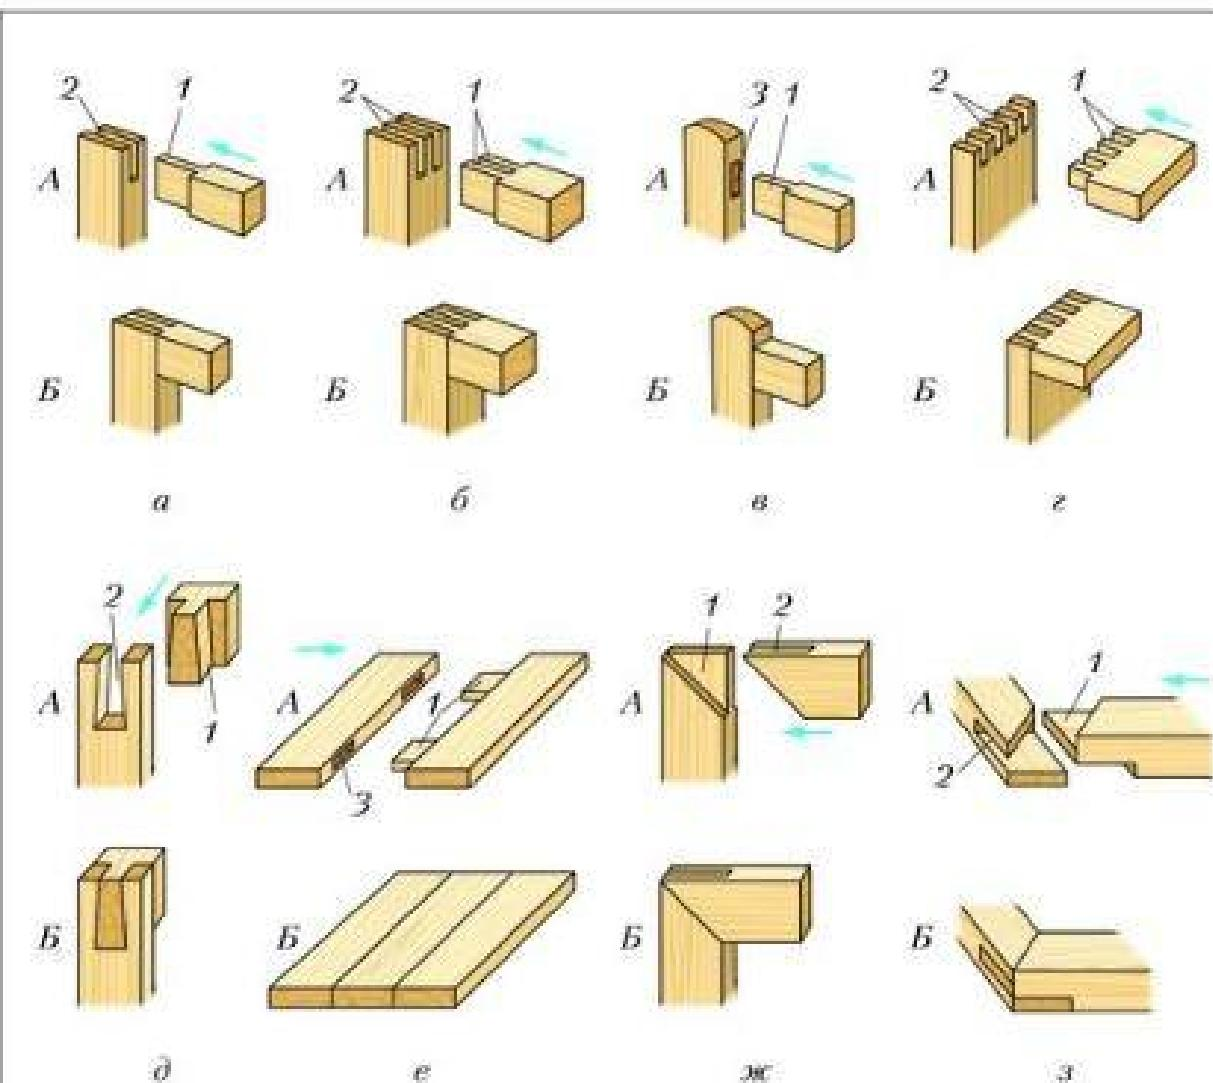
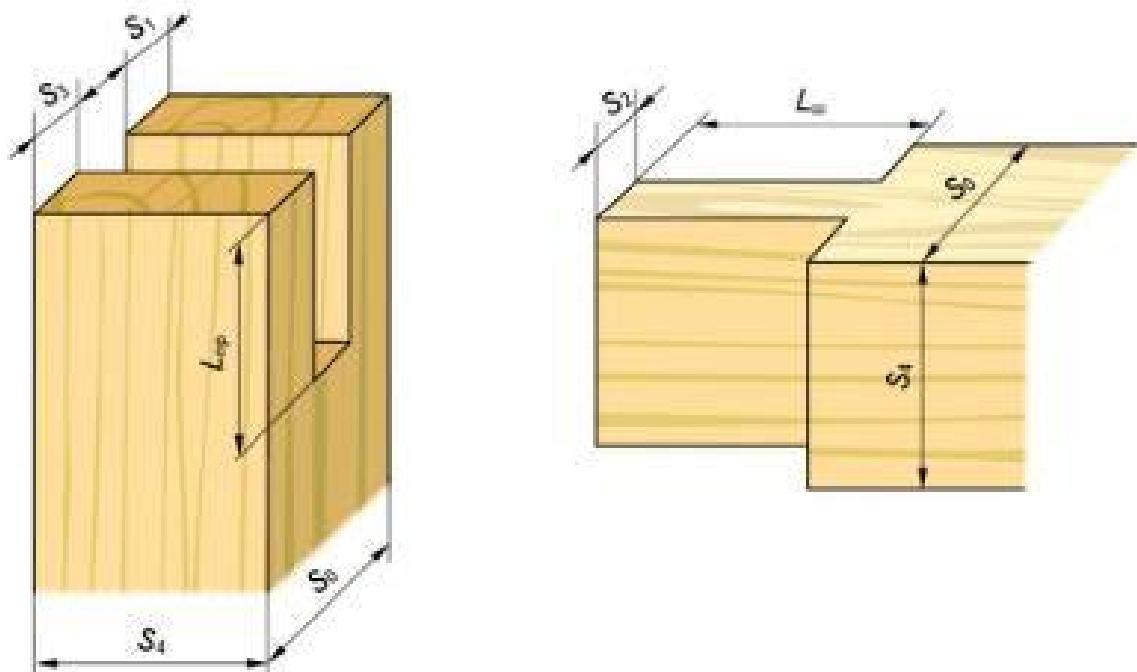

Рис. 13. Столярные шиповые соединения: *а* – с одинарным шипом;
Рис. 14. Элементы шипового соединения одинарным шипом
На рисунке 13 показаны основные виды шиповых соединений. Соединение брусков выполняется обычно под прямым углом (рис. 13, а–д, ж, з) и иногда по длине (рис. 13, е).
Количество шипов в соединении зависит от толщины брусков. Если толщина соединяемых брусков до 40 мм, применяют одинарные шипы (см. рис. 13, а), если от 40 до 80 мм – двойные (см. рис. 13, б), а если свыше 80 мм – тройные. Для соединения досок (например, при изготовлении ящиков) количество шипов может быть достаточно большим (см. рис. 13, г).
Для соединения одинарным шипом толщина шипа S_2 (ширина проушины) должна быть равна: $S_2 = 0,4S_0$, где S_0 – толщина бруска (рис. 14). Толщина ушек S_1 и S_3 должна быть равна: $S_1 = S_3 = 0,3S_0$. Например, если толщина бруска $S_0 = 40$ мм, то толщина шипа должна быть: $S_2 = 0,4 \times 40 = 16$ мм, а толщина ушек $S_1 = S_3 = 0,3 \times 40 = 12$ мм.
Глубина проушины $l_{\text{пр}}$ должна быть равна ширине бруска: $l_{\text{пр}} = S_4$ (см. рис. 14). Длина сквозного шипа должна быть равна ширине присоединяемого бруска $l_{\text{ш}} = S_4$. Если же выполняется серединное скрытое соединение сквозным шипом (см. рис. 13, *в*), то длина шипа должна быть на 2...3 мм меньше, чем глубина глухого (не выходящего наружу) гнезда.
4. Почему в серединном соединении скрытым шипом (см. рис. 13, *в*) длина шипа должна быть меньше глубины отверстия?